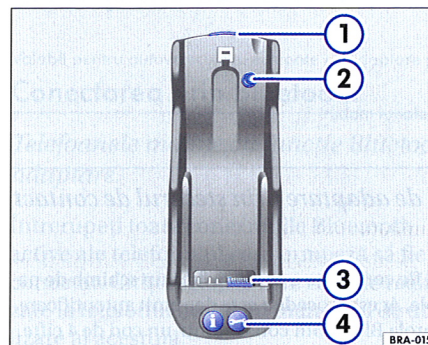

Fig. 22 Exemplu: Suport telefon Nokia 6310i
– Așezați telefonul mai întâi în partea de jos, pe ștecărul de contact ⇒ fig. 22 ③, apoi în partea de sus, în suport. Trebuie să se fixeze cu un zgomet.
lefon va fi conectat automat cu sistemul de adaptare, prin ștecărul de contact ⇒ pagina 31, fig. 22" ③.